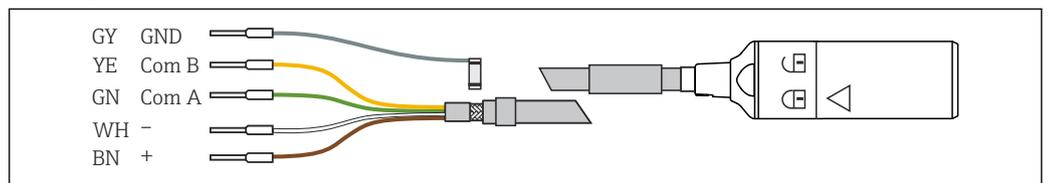

图 2 测量电缆，例如 CYK10 或
- ▶ 禁止在出现气穴或形成气泡的位置，或传感器膜片或传感器光学部件上可能出现悬浮固体颗粒粘附的位置处安装安装支架(图 2)。